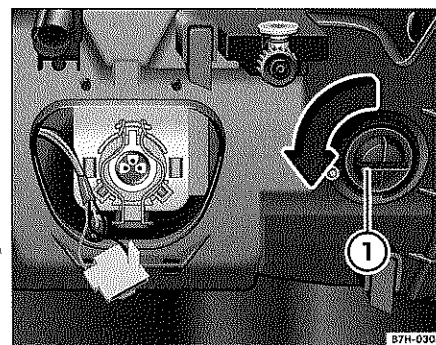

Fig. 35 Faro derecho, visto desde el vano motor: cambio de la lámpara del intermitente
1. Gire el portalámparas ⇒ fig. 35 ① en dirección de la flecha y extráigalo. ▶
3. Coloque el portalámparas ① en el faro y gírelo en el sentido contrario al de la flecha. Asegúrese de que el portalámparas haya quedado bien apretado.